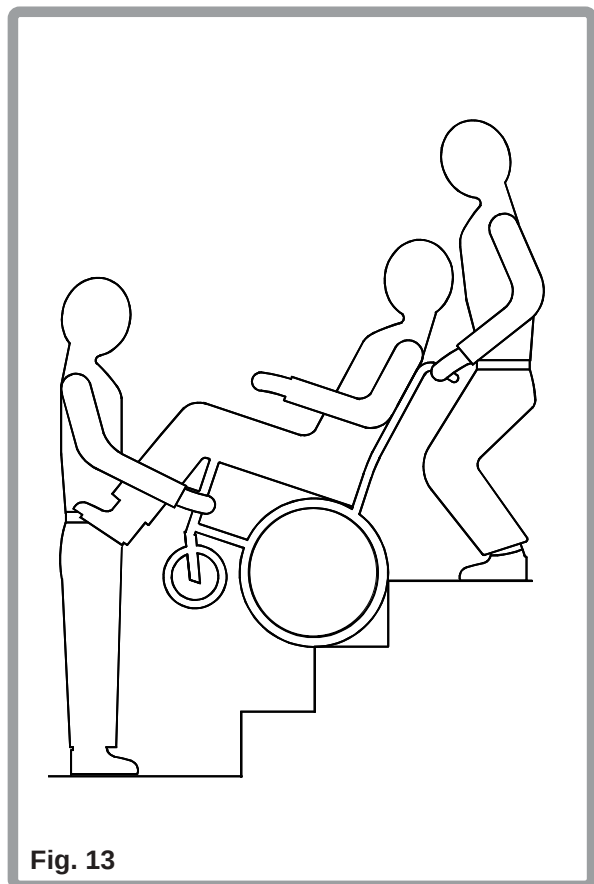

Fig. 13
2. De begeleider aan de achterkant heeft de leiding. Hij of zij kantelt de rolstoel achterover tot het balanspunt (Fig. 13).